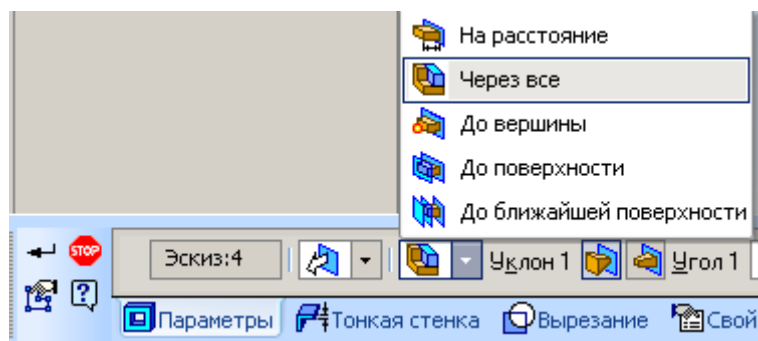

Рисунок 41
7) Выделить дно созданного глухого отверстия (Рисунок 40) и создать на его грани эскиз окружности $\varnothing 16$. После этого из панели «Редактирование детали» выбрать операцию Вырезать выдавливанием (см. Рисунок 39). В панели свойств на вкладке «Параметры» в окне «На расстояние» установить значение Через всё (Рисунок 41) и создать объект.